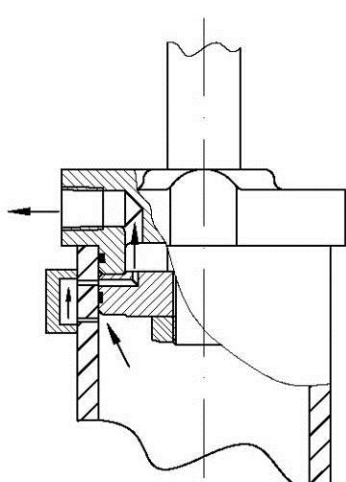

Рис.6.4.3. Масло проходит через цилиндр, обходя поршень
6. Удерживать рукоятку гидрораспределителя трактора в положении "подъем" несколько секунд, пока штоки всех цилиндров не выдвинутся полностью и агрегат не будет поднят. При этом масло будет обходить поршень каждого предыдущего, уже сработавшего цилиндра и заполнять последующий (рис. 6.4.3).